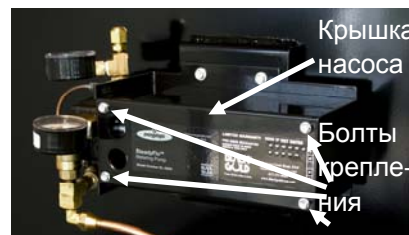

Рис. 65
1. Снимите кожух топливного насоса. (Рис. 65)
7. Установите кожух топливного насоса на место. (Рис. 65)